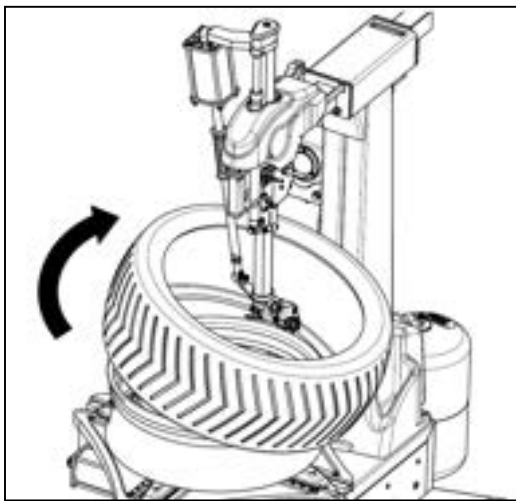

図 34
- ホイールから油と錆等を取り除き、ターンテーブルに固定します。注: 取外し溝は上側にある必要があります。潤滑液または石鹼液をビードの周りに塗布します。タイヤをホイールに向かって傾け、前端を上を保ちます。チルトペダルを踏んで、コラムの元の位置に戻します。ツールヘッドがしっかりとリムに当たるまで動かします。図 34 のように、ツールヘッド尾部の上に下側のビードの左側を配置し、ビードの右側をツールヘッドのこぶ状部位の下に配置します。タイヤの右側をできるだけ強く押し下げ、ターンテーブルペダルを踏んでターンテーブルを時計回りに回転させ、ビードをタイヤの取外し溝（ウェル）に完全に落とし込みます。